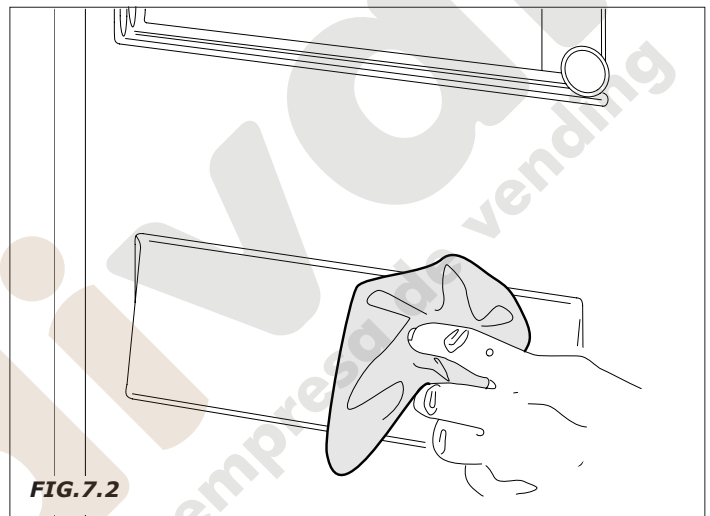

FIG. 7.2
- limpiar todas las partes visibles desde la zona de suministro (Fig.7.2)